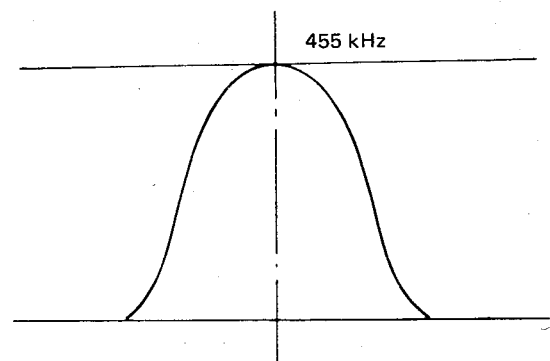

Figure 6
- 5) Réduire autant que possible la sortie de balayage de telle sorte que le niveau de la forme d'ondes montré sur la Fig. 6, soit obtenu.
- 6) Régler TA02 et TA04 pour obtenir la forme d'ondes FI montrée sur la Fig. 6.